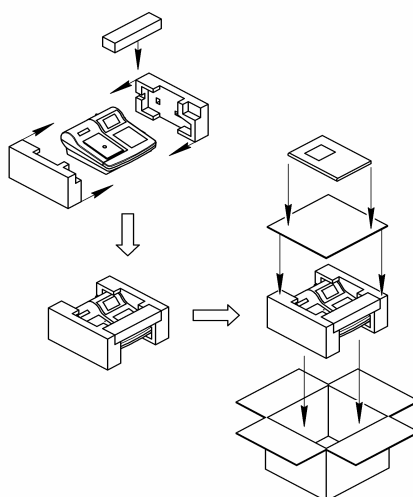

Рис.37. Схема упаковки анализатора.
- ✓ Поместить анализатор в оригинальную упаковочную коробку, в соответствие со «Схемой упаковки анализатора» (см. рис. 37).